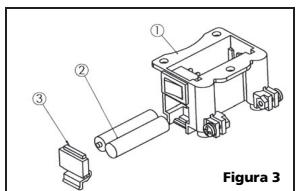

Figura 3
3. Retire la tapa del compartimento de las pilas (3) e introduzca dos pilas tamaño "AAA" (2), según la dirección que se indica en la Figura 3.